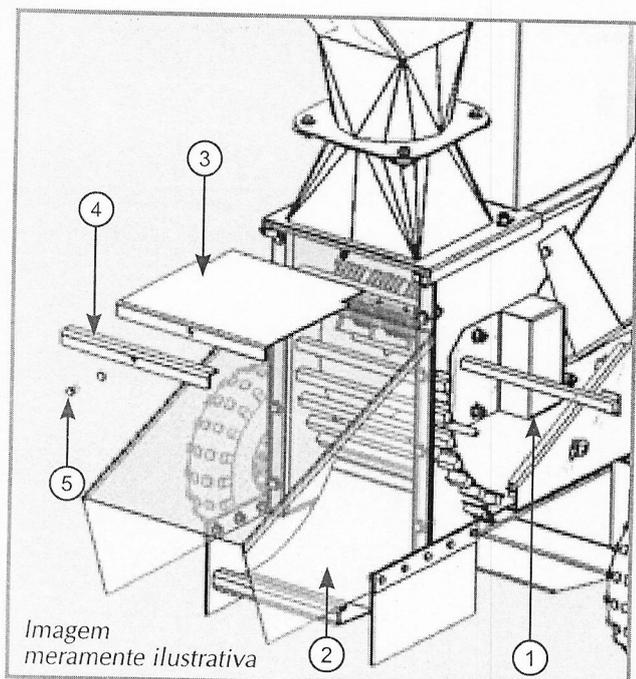

Fig. 1
Na saída inferior estão fixadas várias hastes quadradas removíveis (1). Quando é retirada a haste superior, uma placa basculante (2) libera a saída do material triturado para baixo. Para fazer uso desta saída, é necessário que a placa de fechamento (3) seja fixada na saída superior. A cantoneira (4) precisa ser retirada, através do afrouxamento do parafuso (5). Em seu lugar deve ser montada a placa de fechamento (3), para que a saída superior fique fechada (Fig. 1). Para realizar esse procedimento, é necessário retirar a proteção lateral das hastes quadradas.